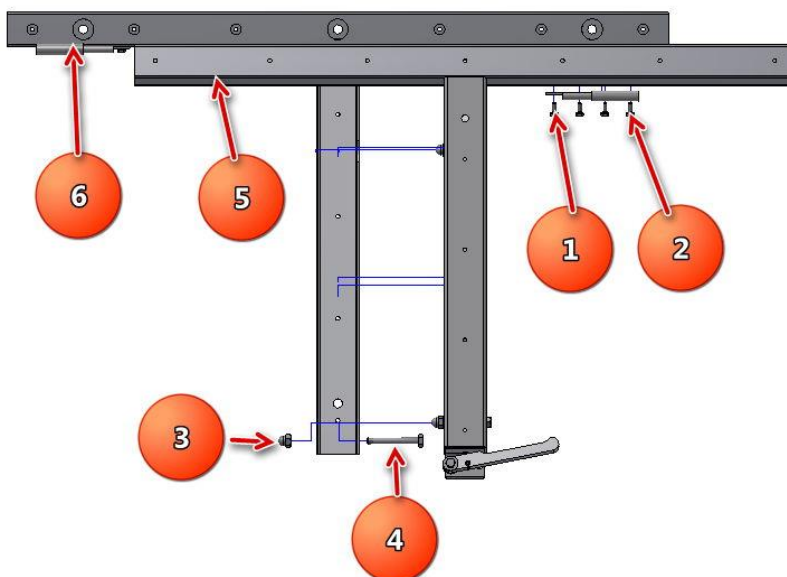

Рис.4
9. Возьмите поворотную раму поз.5 и установите ее на петлю настенной рамы поз.6. рис.4
10. Приподнимите поворотную раму и наденьте правую полупетлю поз.1 на полупетлю настенной рамы, а затем закрепите ее на поворотной раме при помощи трех болтов М5х12 поз.2 рис.4